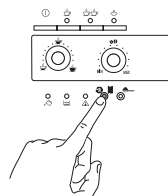

Figure 29
- Appuyez sur le bouton ☼ ☼ pendant au moins 5 secondes (Figure 29). Le bouton s'allumera pour indiquer le début de la procédure de décalcification (les voyants ☼ et ☼☼ restent éteints pour indiquer qu'il n'est pas possible de préparer un espresso/café).